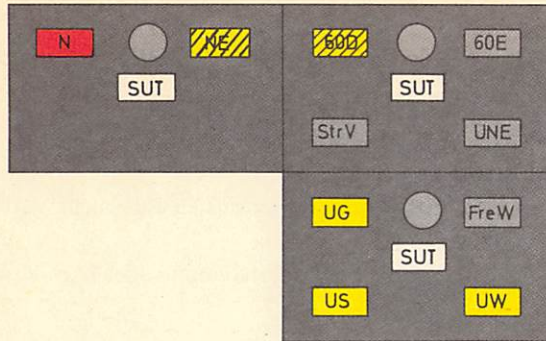

Bild 68
- (2) a) Bei Netzausfall leuchtet der Netzmelder mit rotem Ruhelicht, der Dauerladungsmelder mit gelbem Blinklicht (vgl. Bild 68) und der Summer ertönt. Bis zur Übernahme der Stromversorgung durch das Netzersatzaggregat werden die Umformer für die Speisung der Gleisstromkreise, der Signale und wo vorhanden der Weichen angeschaltet; die Umformermelder **Netzausfall**